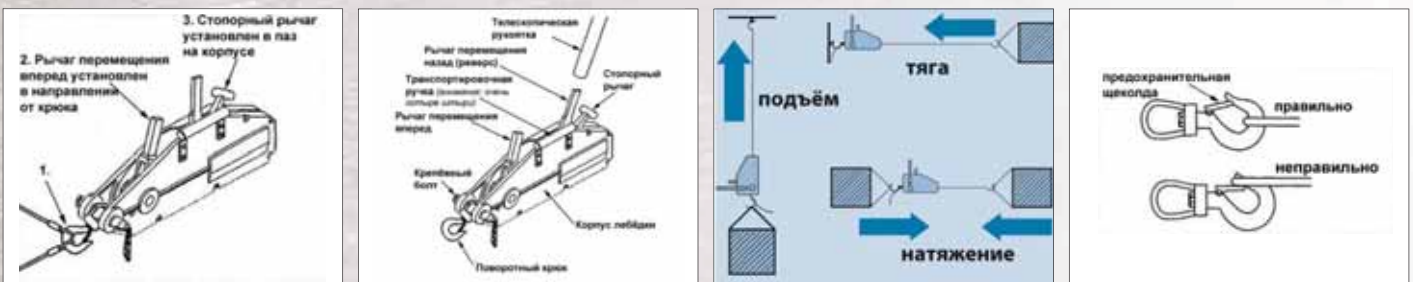

Рис.1
С использованием отводного блока передаточное число составляет 2:1. Нижний крюк крепится в отверстии на корпусе тали (рис. 1, 2). Груз подвешен на крюк отводного блока. Таким образом, высота подъёма уменьшается в два раза, а грузоподъёмность увеличивается в два раза.
- Поскольку трос проходит через МТМ, то его длина неограниченна (см. рис. 1)